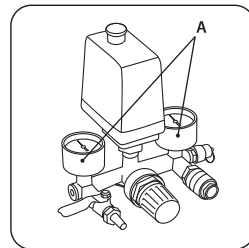

рис. 9
Компрессор оборудован манометром (А) (рис. 9) для контроля давления, а также клапаном для слива (удаления) конденсата (5) из ресивера (рис. 10).